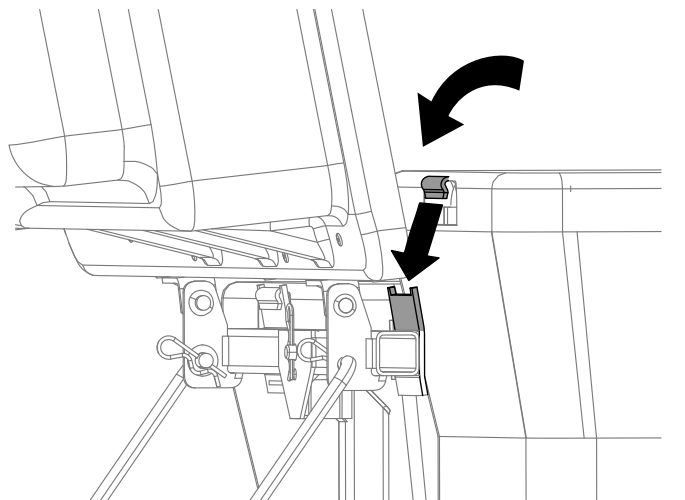

Рисунок 21
4. Поднимите верхнюю часть травосборника и установите мешки в сборе в 9 Монтаж мешков для травы \(страница 15\) надев крючки рамы мешка на упорные кронштейны (Рисунок 21).